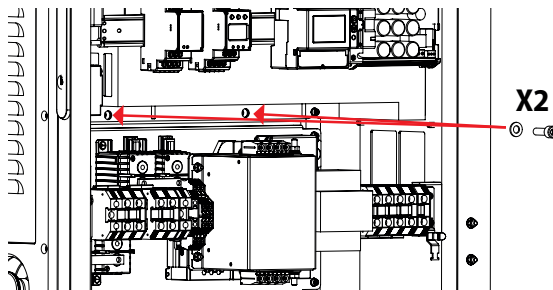

Bild 10: Sicherheitsschrauben
- Heben Sie den Schaltschrank entweder mit einem Kran an der an den Augenschrauben angeschlagenen Kette oder mit der Hand an. Positionieren Sie den Schaltschrank dicht an die vorher an die Wand befestigte Montageplatte. Die Haken auf der Rückseite des Schaltschranks müssen in die Einschnitte an der Montageplatte gleiten, dann lassen Sie den Schaltschrank vorsichtig herunter. Siehe Bild 10.
- Schrauben Sie den Schaltschrank von innen mit zwei M8x25 Sicherheitsschrauben mit einem Anzugsmoment nicht über 5 Nm an der Montageplatte fest. Siehe Bild 10. Die Sicherheitsschrauben müssen immer installiert werden, damit die Wall Box nicht plötzlich wegen eines unbeabsichtigten Stoßes von dem Montagebügel rutschen kann und um die Erfüllung der Schutzart IP54 zu garantieren.